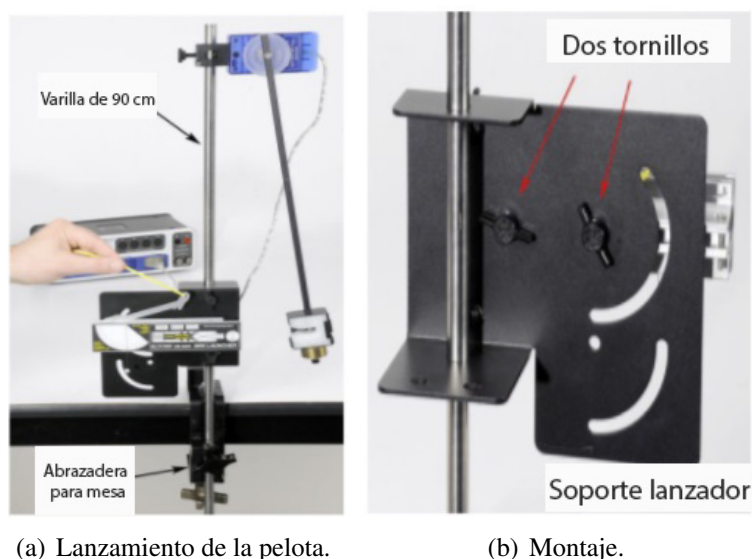

Figura 18.2: Partes del material.
- Colocar la abrazadera de la tabla con la varilla de 90 cm a la mesa como se muestra en la Figura 18.2.
- La Figura 18.2 (b), muestra el lado posterior del soporte lanzador. Fijar el lanzador en el soporte utilizando los 2 tornillos a través de los dos orificios.